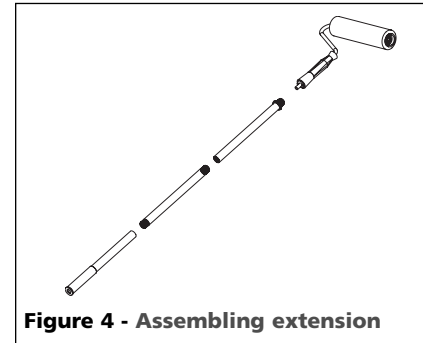

Figure 4 - Assembling extension
5. Si vous utilisez une rallonge, vissez toutes les pièces ensemble (voir la figure 4). Enfilez le boyau dans la rallonge assemblée. Poussez le boyau dans le cadre du rouleau et fixez le cadre sur la rallonge.